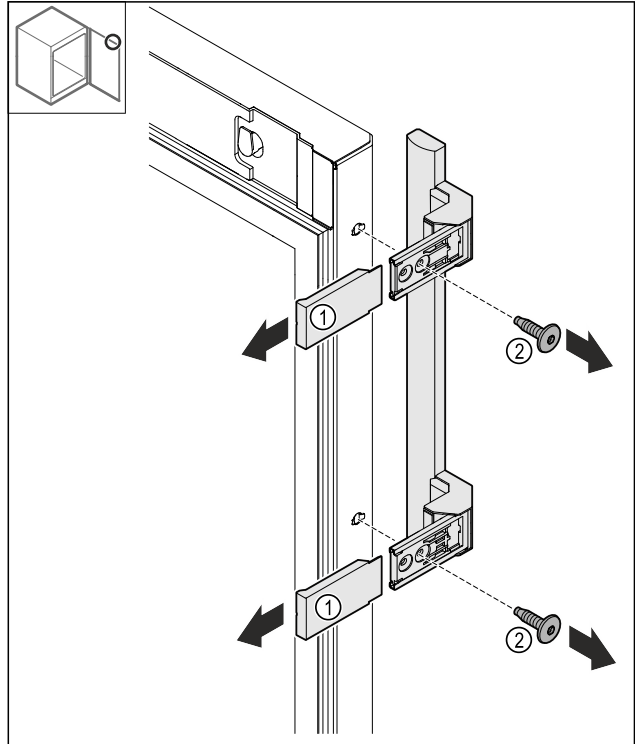

Fig. 24
- Levantar las cubiertas Fig. 24 (1).
- Aflojar los tornillos Fig. 24 (2).